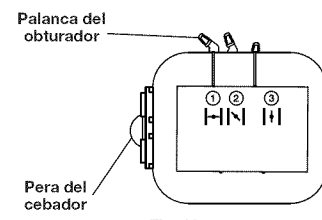

Fig. 12
2. Oprima y suelte completamente la pera del cebador 10 veces, lentamente. Deberá verse alguna cantidad de combustible en la pera del cebador (Fig. 12). Si no se ve combustible en la pera, oprima la pera hasta que se vea el combustible.
3. Coloque la palanca del obturador en la **Posición 1** (Fig. 12).
5. **No apriete el gatillo.** Coloque la palanca del obturador en la **Posición 2** (Fig. 12).
8. Continuar oprime el gatillo. Mover la palanca del obturador a la **Posición 3** (Fig. 12) y continuar el calentamiento del motor por un período adicional de 60 segundos. La unidad se puede usar durante este tiempo.
6. **No apriete el gatillo.** Coloque la palanca del obturador en la **Posición 2** (Fig. 12).
10. Continuar oprime el gatillo. Mover la palanca del obturador a la **Posición 3** (Fig. 12) y continuar el calentamiento del motor por un período adicional de 60 segundos. La unidad se puede usar durante este tiempo.